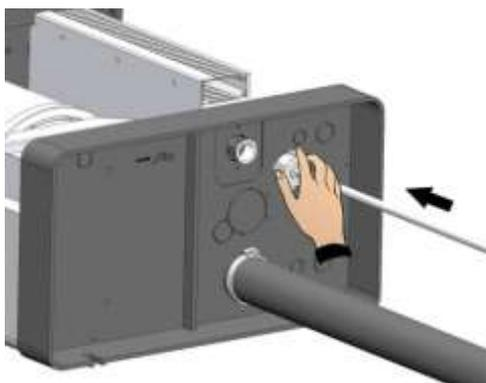

Fig. 11
7. Conecte la línea de carga del agua a la conexión $\frac{3}{4}$ GAS de la electroválvula ubicada debajo del humidificador (fig. 11 y 12).